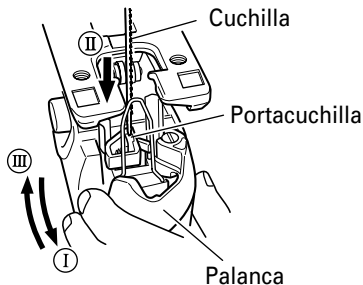

Fig. 6
- (1) Abra la palanca hacia arriba, hasta el tope. (Fig. 6 flecha I)
- (2) Desmonte la cuchilla.
- (3) Inserte la cuchilla nueva hasta el tope del portacuchilla. (Fig. 6 flecha II)
- (4) Cierre la palanca. (Fig. 6 flecha III)